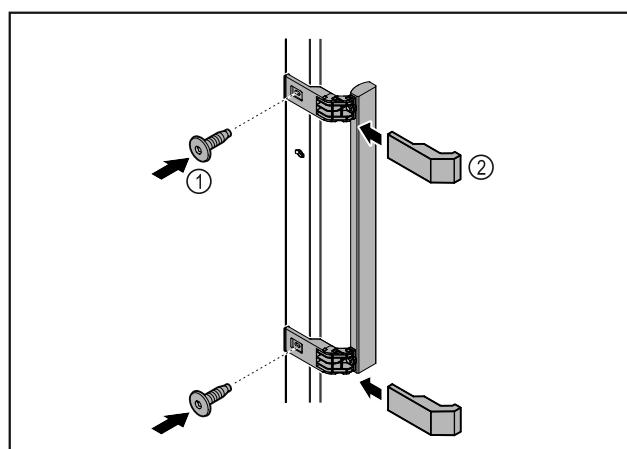

Fig. 3
- Rokturi no atsevišķā piederumu iepakojuma ar klāt pievienoto skrūvju Fig. 3 (1) palīdzību piestipriniet pie durvīm.
- Uzlieciet pārsegū Fig. 3 (2).